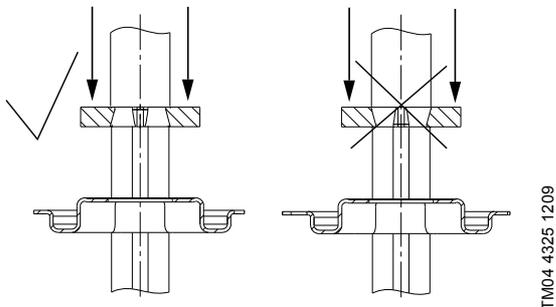

Abb. 18 Montieren des Anschlagrings
7. Die Aufnahme (Pos. 111) und den Anschlagring (Pos. 111a) montieren. Siehe Abb. 18.